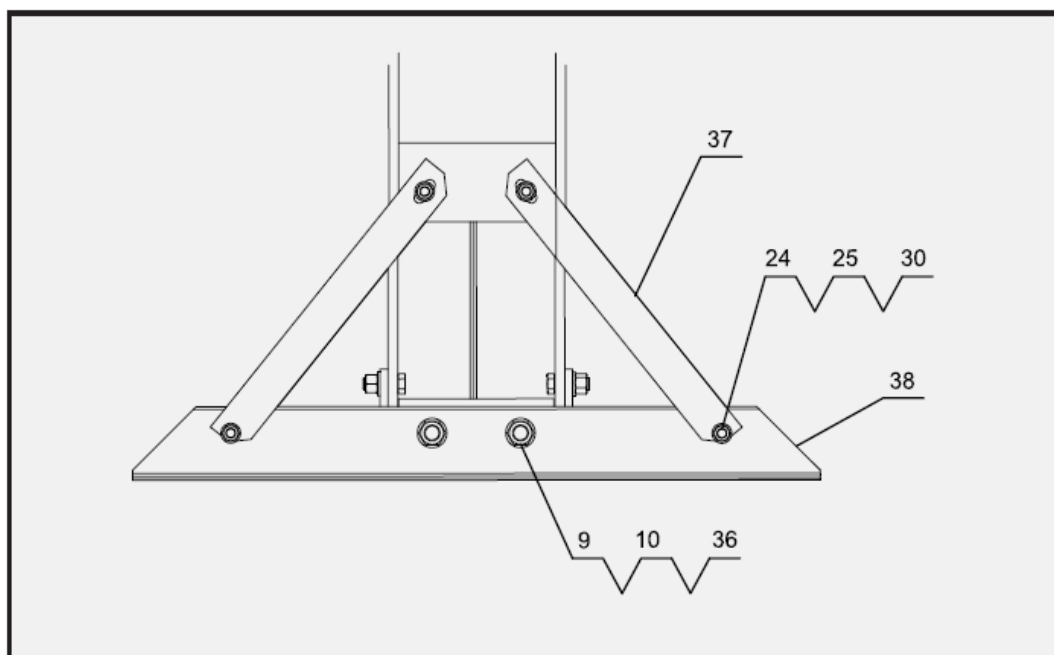

Рис.1
2. Сдвиньте опорные уголки основания стоек (38) под стойки рамы. Совместите отверстия и вставьте болты (36) в стойки, опорные уголки, затем вставьте шайбы (9) и закрутите гайки (10). Закрепите боковые растяжки (37) на стойках рамы и опорных уголках болтами (30), с шайбами (24) и гайками (25). См. рис. 1.